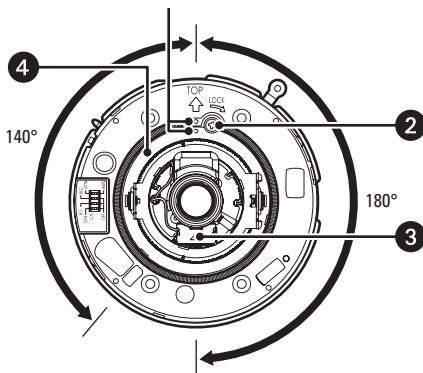

Рис. 35. Регулировка панорамирования
1. Поверните планшайбу панорамирования (сектор обзора 320 градусов) для настройки панорамной позиции камеры (см. рис. 35).